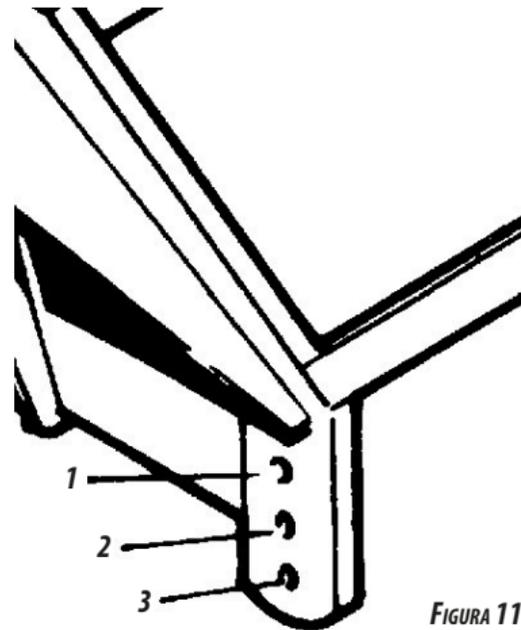

FIGURA 11
- Na armação dianteira são soldados os braços de engate, que possuem três orifícios, conforme mostra a **Figura 11**, cuja finalidade principal é o nivelamento do cabeçalho da grade em relação à barra de tração do trator.